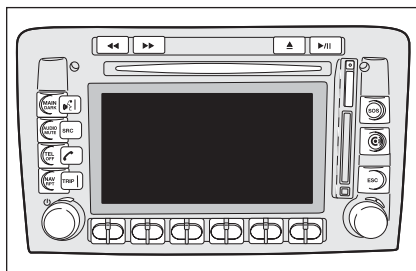

fig. 4
- ☐ con Conect Nav+ **fig. 4**.